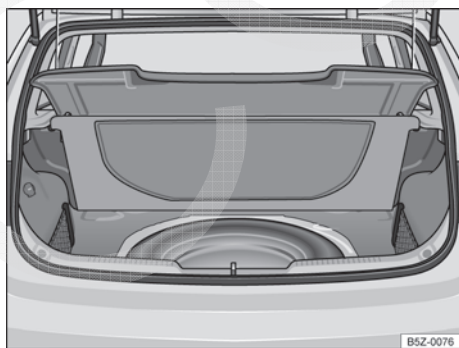

Fig. 130 No compartimento de bagagem embaixo do revestimento do assoalho: roda de emergência e ferramentas de bordo.
As ferramentas de bordo e a roda de emergência estão localizadas no compartimento de bagagem, sob o revestimento do assoalho → **Fig. 130**.
- Levantar o revestimento do compartimento de bagagem → **Fig. 130**.